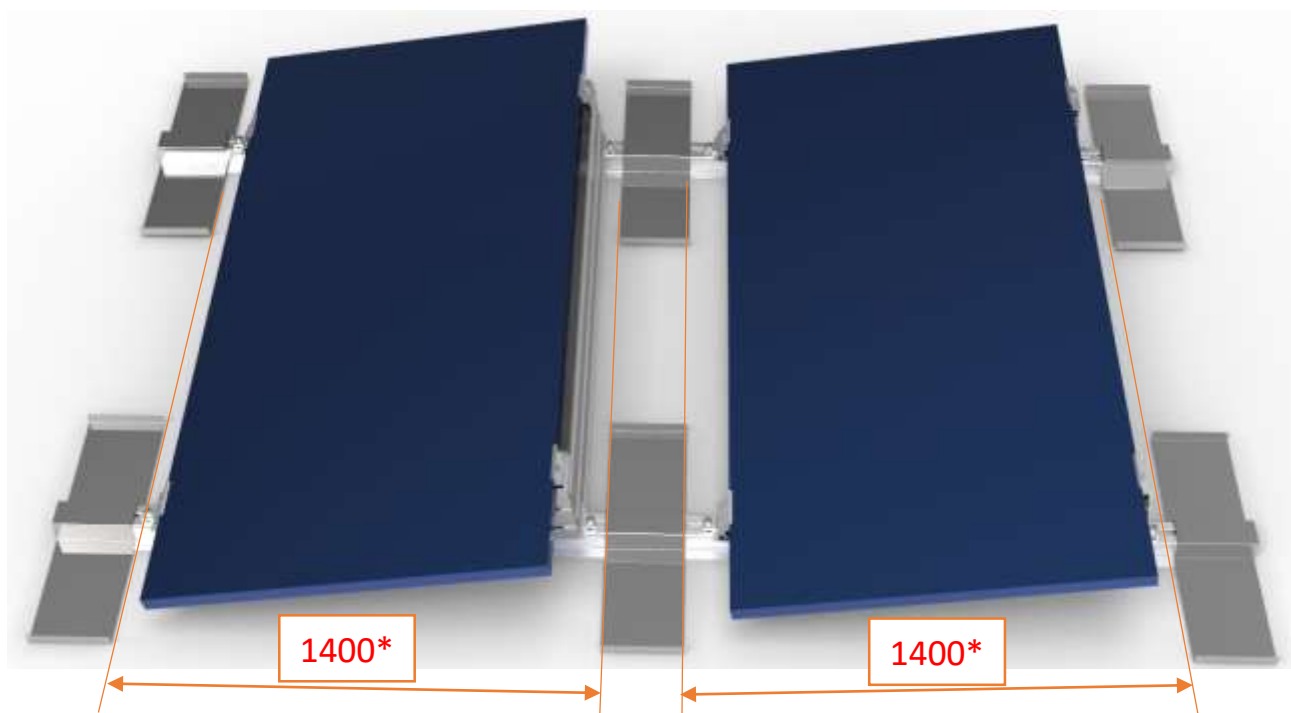

Рисунок 14.
5.1 Установить опоры под балласт на рельс опорный. Крайние скобы установить заподлицо с рельсом. *(Рекомендованное расстояние между скобами не более 1400мм)*. Рисунок 14. *(размеры берутся в зависимости от размеров солнечных панелей)*.